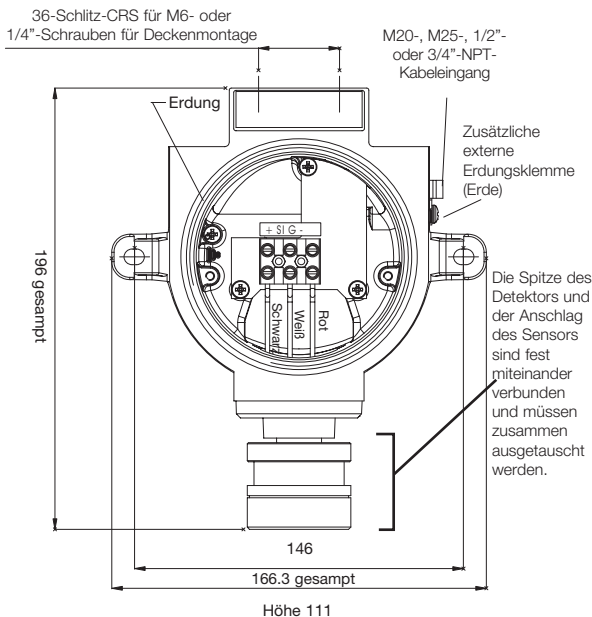

Abbildung 10: **Xgard** Typ 4, Ansicht mit Maßen
Hinweis: Das interne Erdungsterminal (siehe Abbildung 10) soll als Erdungsmittel für den Xgard-Gasdetektor verwendet werden. Das externe Erdungsterminal (siehe Abbildung 10) ist nur ein zusätzlicher Verbindungsanschluss, und ist nur dort zu verwenden, wo die örtlichen Behörden eine solche Verbindung erlauben bzw. vorschreiben. Um die Radiofrequenz-Schnittstelle zu beschränken, sollten der Anschlusskasten und die Kabelbewehrung an der Kontrolleinheit geerdet werden. Es ist dafür Sorge zu tragen, dass die Erdableitung nur in einem sicheren Bereich vorgenommen wird, um Erdfehlerschleifen zu vermeiden.
Eine detaillierte Ansicht des **Xgard**-Detektors des Typs 4 ist in Abbildung 10 dargestellt.
8. Detektordrähte wie in Abbildung 10 dargestellt wieder anschließen.